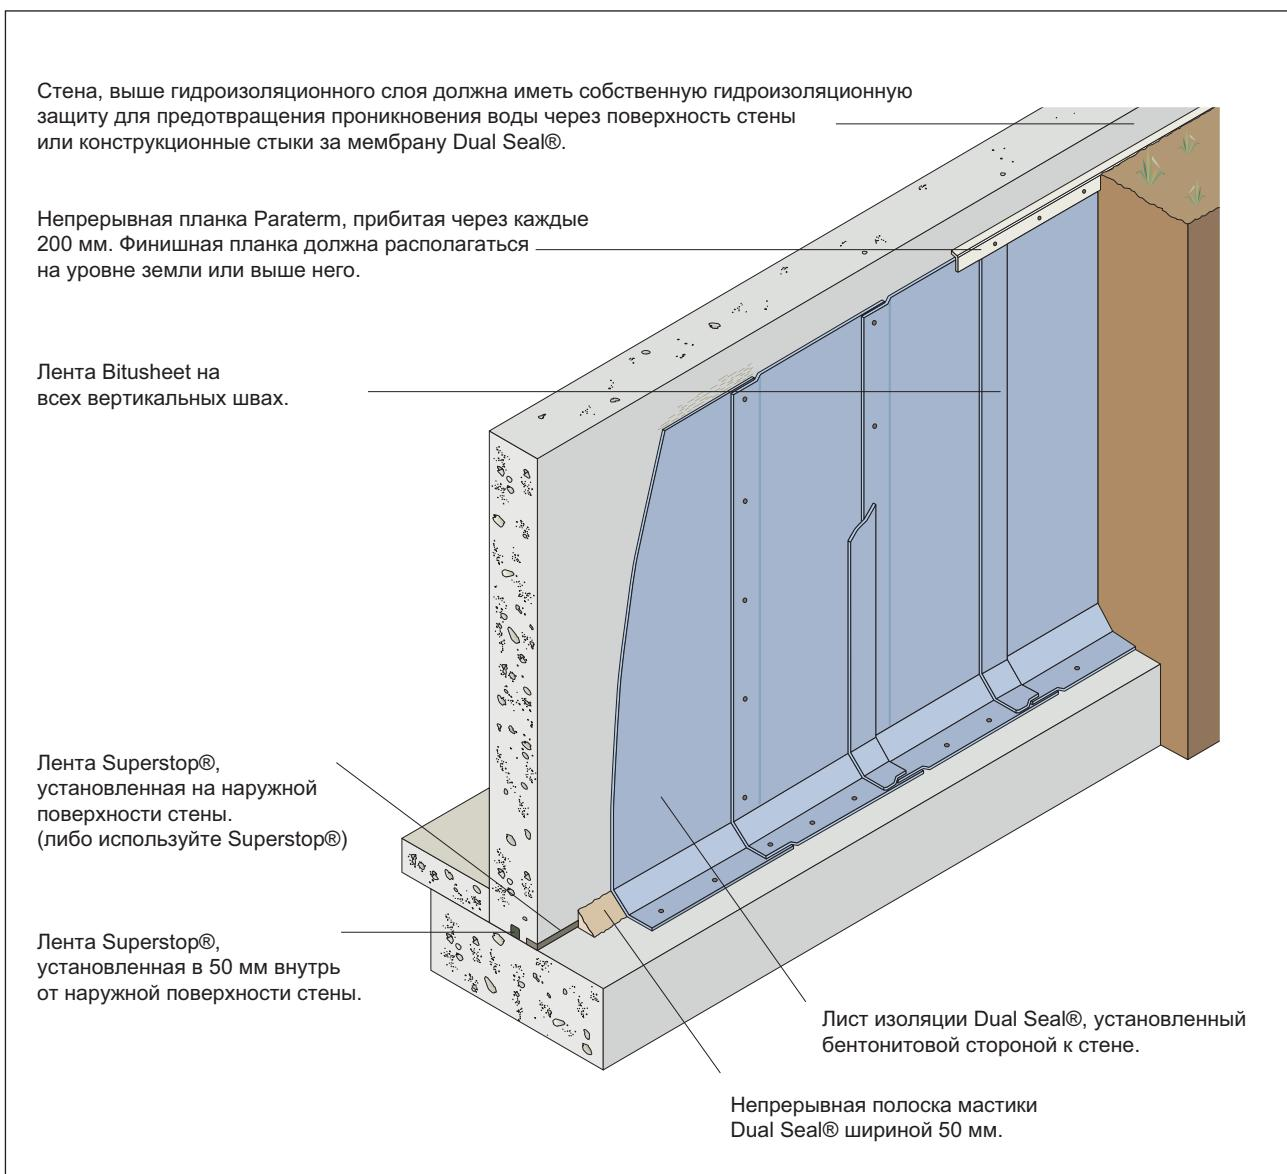

Рисунок 2. Монтаж гидроизоляции Dual Seal®.
- В месте стыка стены и фундамента обустройт непрерывную полосу из мастики Dual Seal® шириной 50 мм (см. рис. 2 и 3).
12. Dual Seal® устанавливается на засыпные стены гранулированной бентонитной стороной на подготовленную поверхность, черной стороной из полиэтилена высокого давления (ПЭВД) к установщику (см. рис. 2,3 и 4).